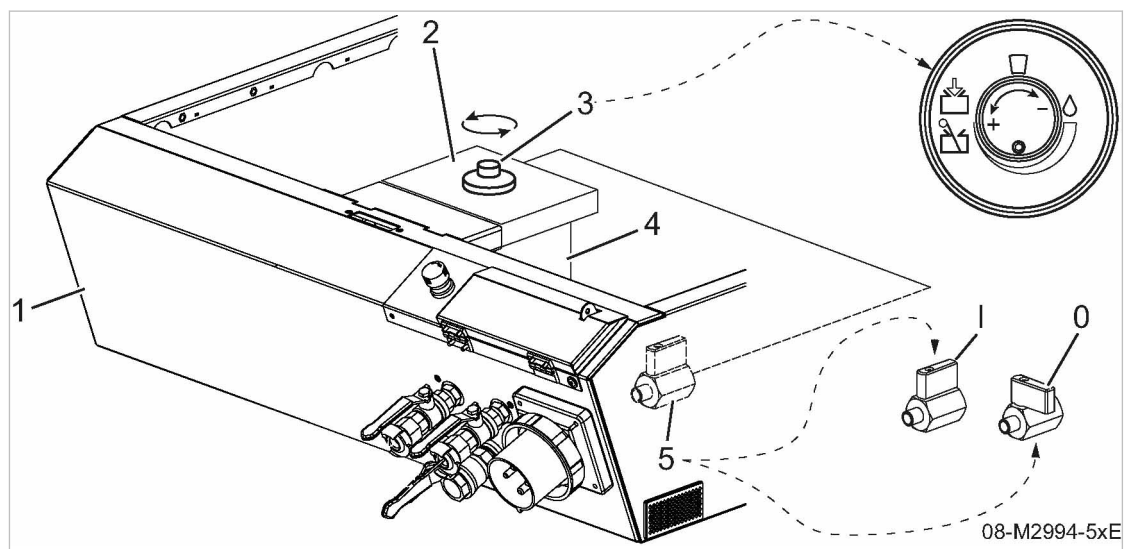

Fig. 24 Régler le graisseur de ligne
- Ouvrir la vanne d'arrêt ⑤, voir fig. 24.
- Fermer la vanne d'arrêt, voir fig. 24.